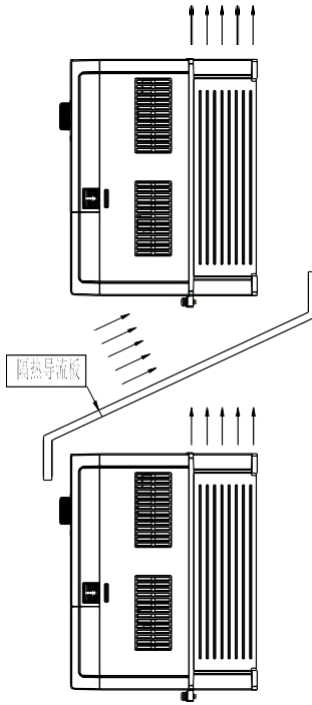

图3-2. ASB700/ASB700S变频器安装示意图
- 1) 请垂直安装变频器，便于热量向上散发。但不能倒置。若柜内有较多变频器时，最好是并排安装。在需要上下安装の場合，请参考图3-2的示意，安装隔热导流板。